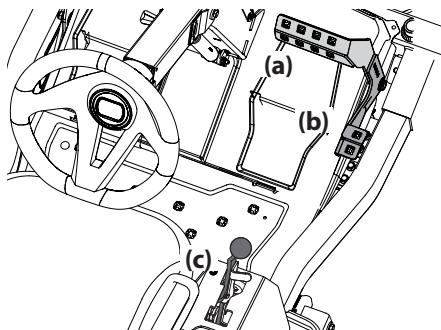

Figura 20
- Para conducir hacia ADELANTE, presione lentamente el pedal de marcha adelante (a) hasta alcanzar la velocidad deseada. Consulte la Figura 20.
- Para que el tractor se detenga o ande más despacio, saque el pie del pedal de transmisión marcha adelante (a) o atrás (b). Para bloquear el freno de mano, coloque los pedales de control de la conducción en punto muerto y tire de la palanca del freno de mano (c) hacia atrás hasta que bloquee en la posición de "encendido". Consulte la Figura 20.
- Para conducir marcha atrás, verifique que el área de atrás esté despejada, luego presione lentamente hacia abajo el pedal de transmisión marcha atrás (b) con la parte anterior de la planta (NO con el talón) hasta alcanzar la velocidad deseada. Consulte la Figura 20.